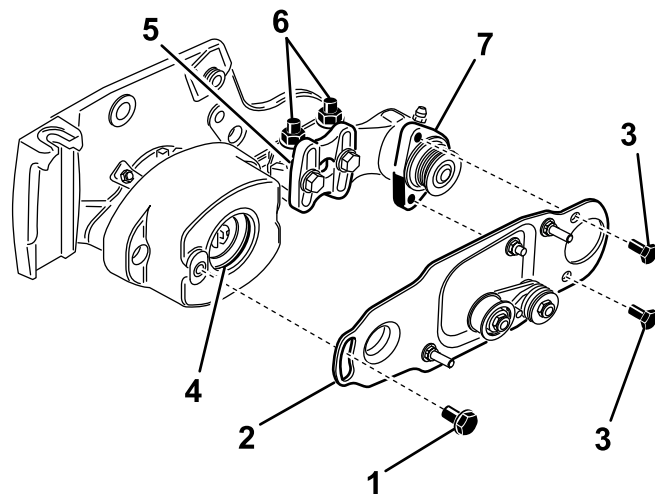

図 11
10. ベアリングハウジングのグロメットの内側にグリスを塗る 図 11。
11. ローラブラシベアリングハウジングをローラブラシ取り付けブラケットに固定しているボルトをゆるめる 但し外さないこと 図 11。
12. ローラブラシピボットプレートを取り付ける 図 11。ピボットプレートの突起部をベアリングハウジングのグロメットに差し込んだ時、グロメットの位置がずれないように注意すること。
13. 5/16 x 5/8 in ボルト2本に 242 ロクタイト青を塗り、これを使ってブラシプレートをローラブラシベアリングハウジングに取り付ける 図 11。ボルトを 20-26 N・m にトルク締めする。
- ローラブラシ取り付けブラケットをカuttingユニットのサイドプレートに固定しているフランジナット2個をゆるめる 図 11。
- ブラシプレートがカuttingユニットのサイドプレートに平行になるまでローラブラシベアリングハウジングを回転させる 図 11。
- ローラブラシ取り付けブラケットをカuttingユニットのサイドプレートに固定しているフランジナット2個を締め込む 図 11。
18. ショルダボルトにロクタイト242青を塗布する 図 11。ショルダボルトを使って、ブラシプレートはローラブラシハウジングに取り付ける。(図 11)。ボルトを20-26 N・m にトルク締めする。